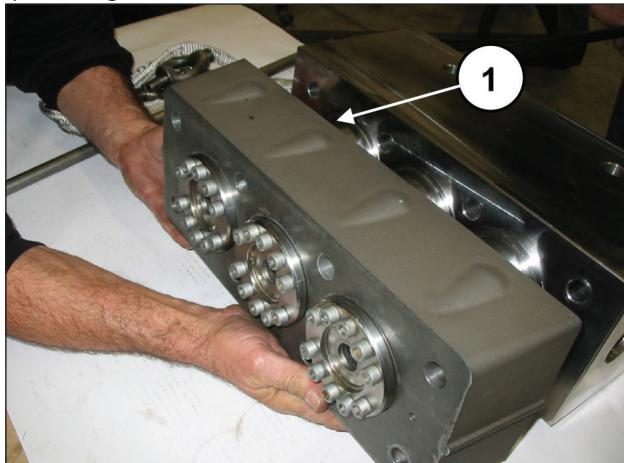

Fig. 100
Separe o espaçador para camisas dos grupos de camisas (pos. ①, Fig. 100).